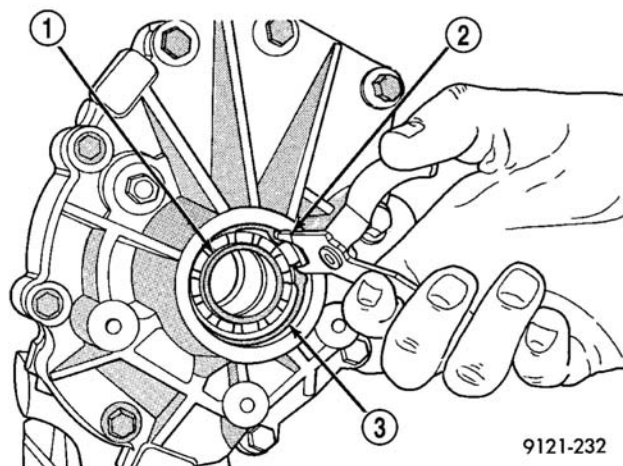

图 49 安装油封
(1) 清洁及检查油封部位。
(2) 用油封安装器 MD998334 安装新油封（图 49）。